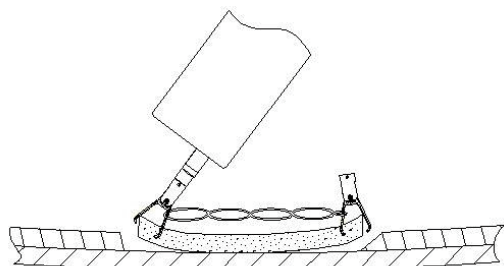
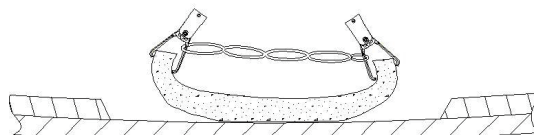

Fig. 5
Fig. 6
10. Une fois que le bras, la mâchoire ou la partie saillante de la pince endoscopique est entré(e) en contact avec la boucle distale de l'anneau élastique ou l'a traversée, il ou elle peut être correctement positionné(e) pour entrer en contact avec le tissu afin de fournir la traction/contre-traction/triangulation souhaitée. Une fois que la pince endoscopique est en prise avec le tissu cible et connectée à l'anneau élastique de la pince principale, elle est déployée à partir du cathéter conformément à l'étape 7 ci-dessus (Fig. 5 et Fig. 6). Lorsque le tissu cible est coupé